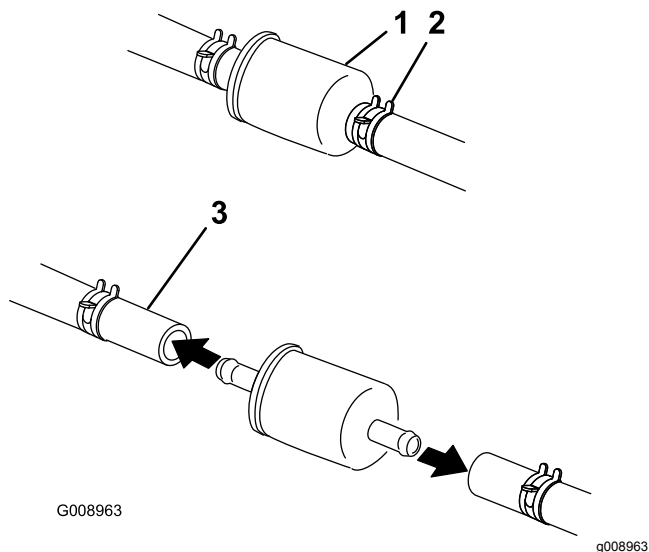

Figura 37
- Apriete los extremos de las abrazaderas y deslícelas por el tubo alejándolas del filtro (Figura 37).
- Instale un filtro nuevo y acerque las abrazaderas al filtro (Figura 37).